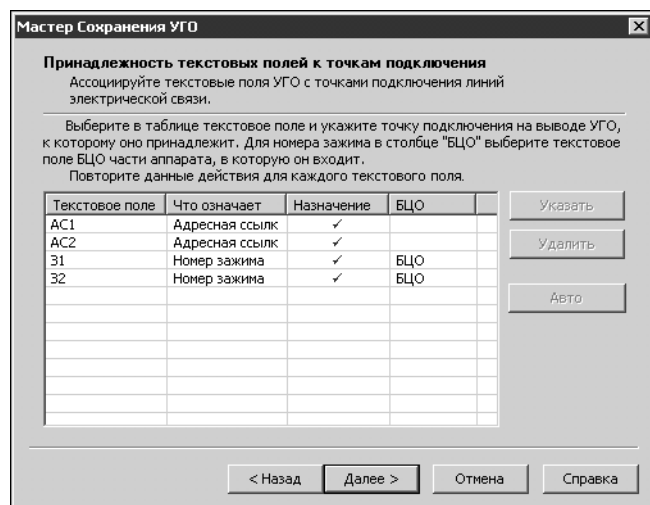

Рис. 11.8. Связь текстовых полей УГО с точками подключения
Откроется следующее окно (рис. 11.8). Оно служит для выполнения ассоциации текстовых полей с точками подключения линий электрической связи.
12. После выполнения ассоциации настоятельно рекомендуется проконтролировать соответствие текстовых полей номеров зажимов точкам подключения на графике УГО. В окне Мастера (рис. 11.8) выберите курсором строку с номером зажима. На графике УГО красным цветом будет выделена точка подключения. Если номер зажима, выбранный в окне диалога, не совпадает с номером зажима на изображении УГО, значит, допущена ошибка. Чтобы ее исправить, удалите ошибочную ассоциацию и заново выполните ассоциацию вручную.